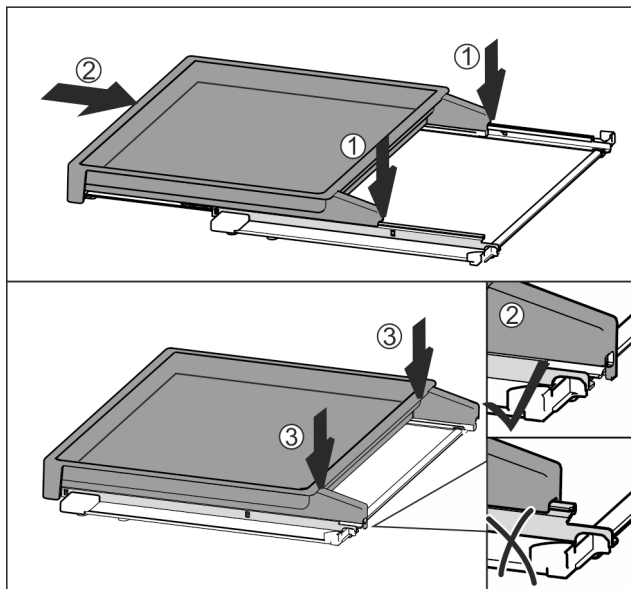

Fig. 134
- Sett det midt på skinnene Fig. 134 (1).
- Skyv uttrekksbordet helt inn Fig. 134 (2).
- Trykk på bakre side inntil det hektes hørbart inn Fig. 134 (3).